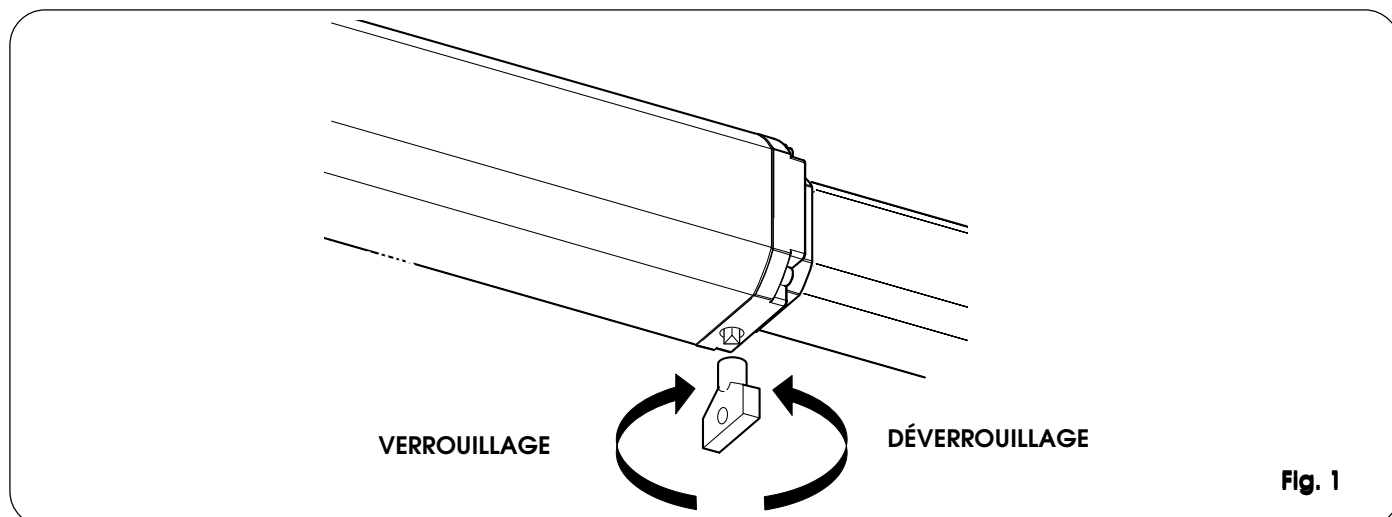

Fig. 1
- Introduire la clé triangulaire spéciale dans la vis de déverrouillage positionnée dans la partie inférieure de la bride (Fig. 1).
- pour bloquer de nouveau l'opérateur, tourner, en sens horaire, la clé de déverrouillage jusqu'à l'arrêt (Fig. 1).